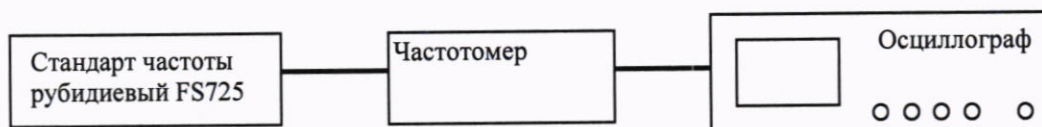

Рисунок 8
10.3.6 Установить на встроенном калибраторе осциллографа (CALOUT ) напряжение плюс 30 мВ, для чего (рисунок 8):